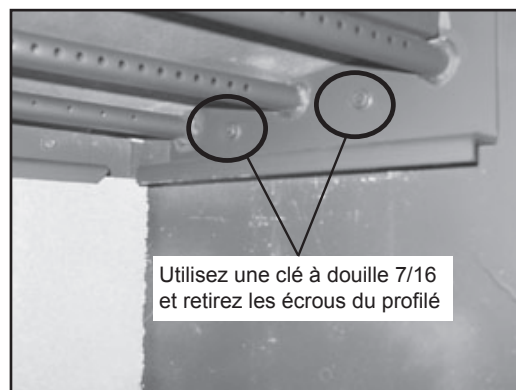

Figure 27.3
4. Glissez l'assemblage du canal de tube vers la gauche, jusqu'à ce qu'il soit à l'extérieur des fils. Laissez tomber le côté droit, puis glissez l'assemblage vers la droite (**Figure 27.3**).